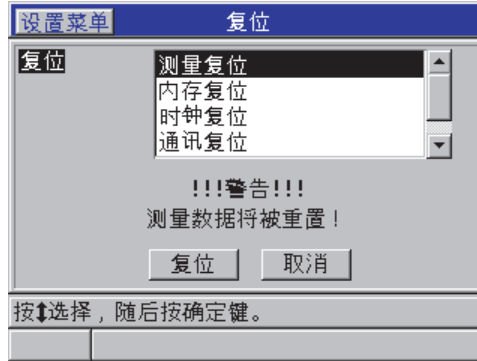

图 11-6 选择通讯复位
2. 在**复位**屏幕中 (参见第 184 页的图 11-6):